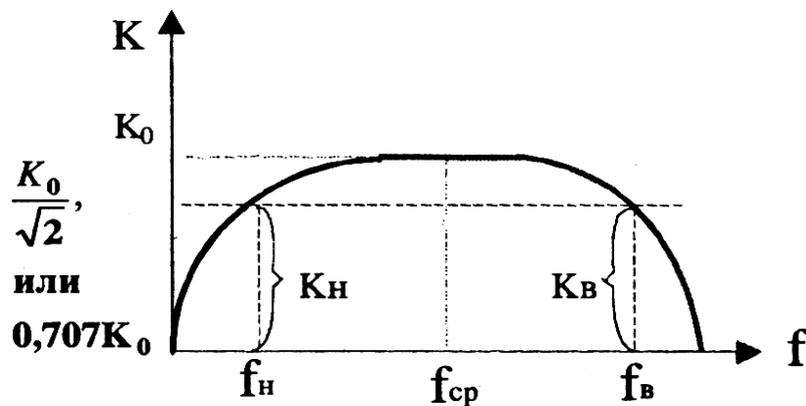

Рис. 6. Амплитудно-частотная характеристика усилителя
**Амплитудно-частотная характеристика (АЧХ) усилителя** – это зависимость модуля коэффициента усиления от частоты (рис. 6). Частоты  $f_H$  и  $f_B$  называются нижней и верхней граничными частотами, а их разность  $(f_H - f_B)$  – полосой пропускания усилителя.